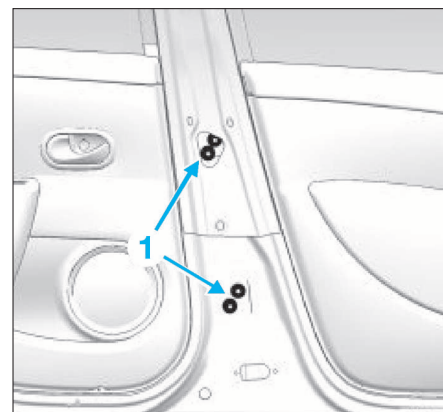

FIG. 83
- Déposer les écrous (1) de fixation de charnières (Fig.83).